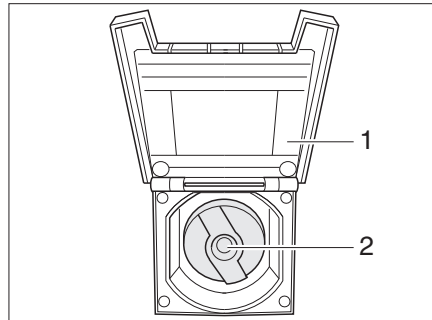

Fig. 367 Tapa de cierre para el tubo de llenado de agua potable
- Abrir la tapa (Fig. 367,1) para el tubo de llenado de agua potable. La tapa se sujeta magnéticamente al exterior del vehículo.
- Introducir la llave en el cilindro de cierre (Fig. 367,2) y girarla un cuarto de vuelta en sentido contrario a las agujas del reloj.
- Abrir el tubo de llenado de agua potable (Fig. 367).